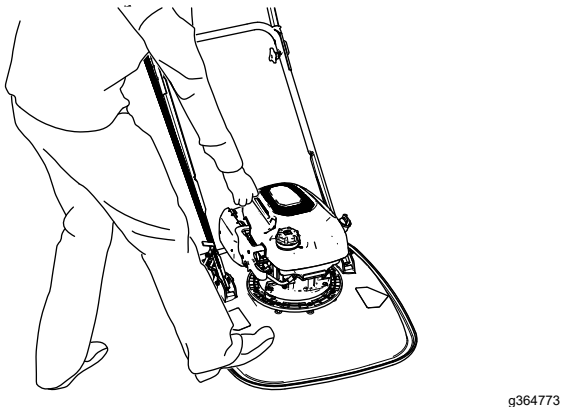

Bild 23
3. Stellen Sie den Fuß auf das Mähwerk und kippen Sie die Maschine in ihre Richtung (Bild 23).